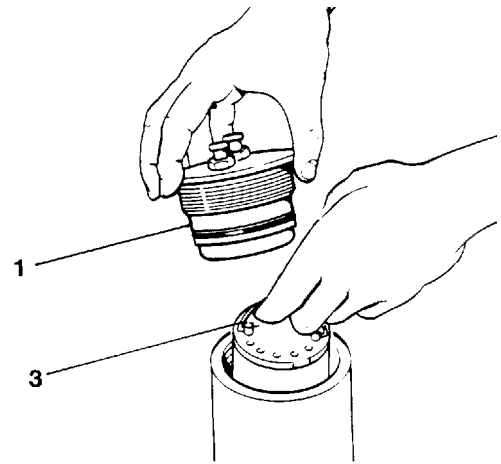

Рис. 37 Замена патрона
- Освободите старый патрон из крепящей скобы (3, Рис. 37).
- Наденьте вновь резьбовое соединение (1), закрутите вручную и затяните крепко при помощи специального ключа.